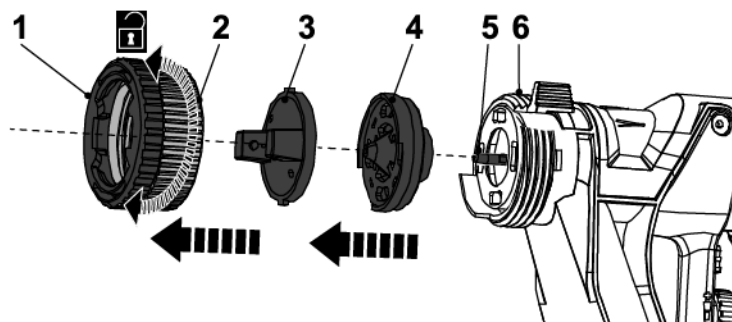

Fig. 3
> Afloje la tuerca de unión (2) y retírela junto con la cubierta de ajuste del casquillo de aire (1), el casquillo de aire (3) y la boquilla de pulverización (4) del cabezal de pulverización (6) (Fig. 3).